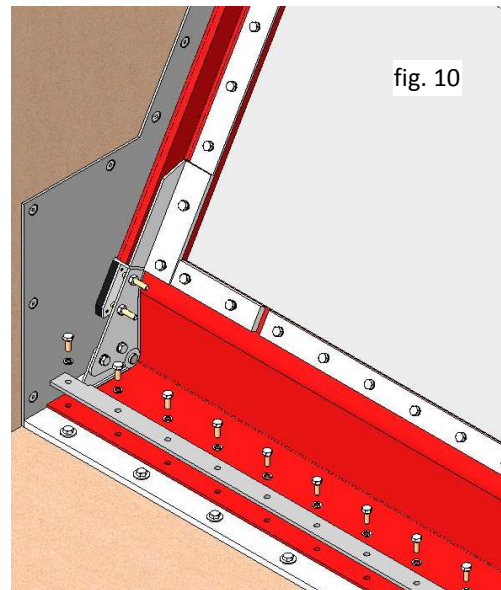

fig. 10
4. Lâcher et extraire la boulonnerie qui fixe la bride joint de la sole avec le joint inférieur à la plaque d'ancrage de fermeture inférieure (fig. 10).
5. Retirer la bride joint de la sole (fig. 10).